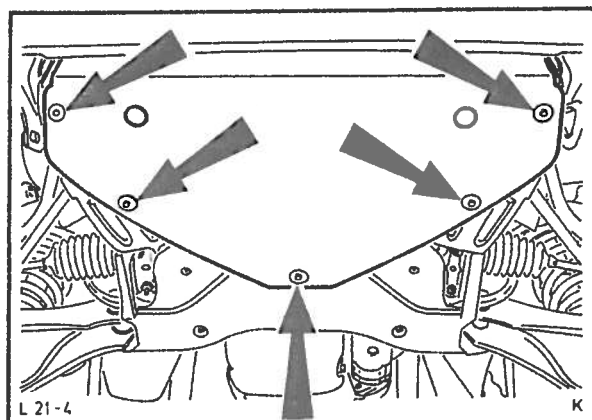

Fig. 118 Montering av motorens søledeksel.
25. Monter motorens søledeksel, fig. 118. Monter luftfilteret og kople til batteriets gods-kabel.